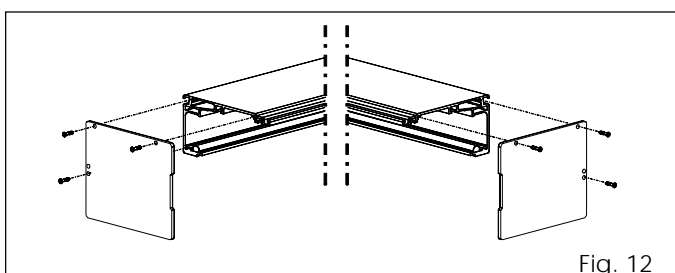

Fig. 12
- Breng de zijpanelen aan zoals op fig. 12.